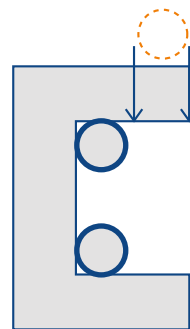

Figura 1
- Para embutir tubos Fusión Tigre, en el caso de una pared profunda (**figura 1**), la tubería debe quedar a una profundidad mínima igual al diámetro de la tubería, cubriendo con mezcla para el cierre de la rendija.